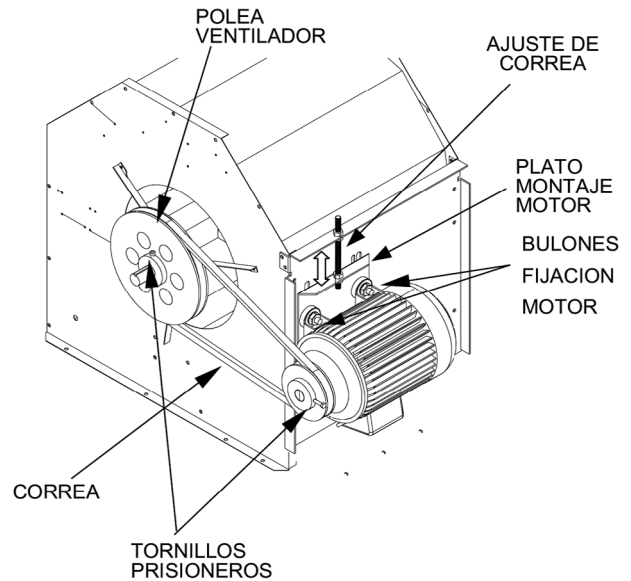

Fig. 12 - Ajuste de la Correa del motor ventilador
3. Desplace el plato de montaje del motor hacia abajo a fin de lograr la tensión adecuada de la correa. Vea la Fig. 12.
2. Afloje la correa sacando las tuercas del plato del motor del ventilador. (vea la Fig. 12).
1. Afloje los tornillos prisioneros de la polea del ventilador (Fig. 12).